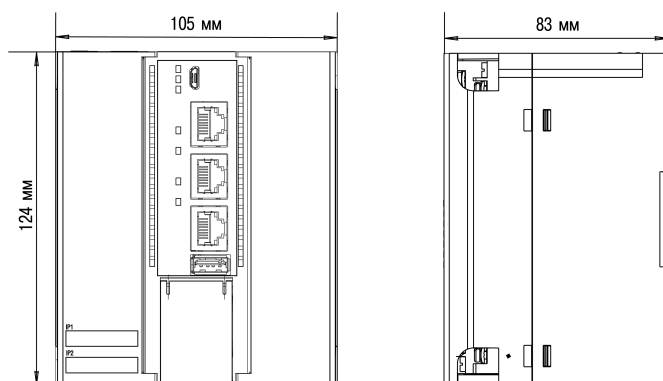

Рисунок 4.1 – Габаритные размеры
1. Подготовить место для установки на стенке шкафа или DIN-рейке в соответствии с габаритными размерами контроллера (см. рисунок 4.1).